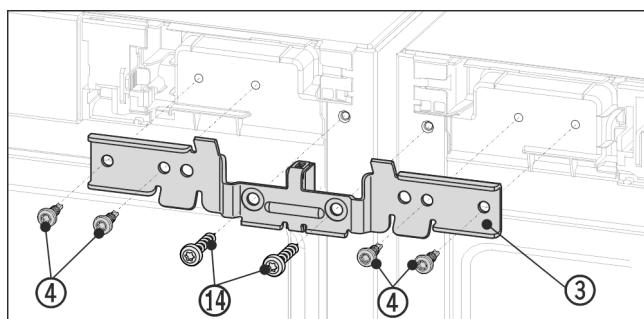

Fig. 13 Zobrazení příkladu
- Úhelník Fig. 13 (3) zasuňte rozpěrným kusem mezi přístroje na čepy. Úhelník přišroubujte čtyřmi šrouby Fig. 13 (4) a předmí vyšroubovanými uzemňovacími šrouby Fig. 13 (14) stříďavě vlevo a vpravo bez utahování.